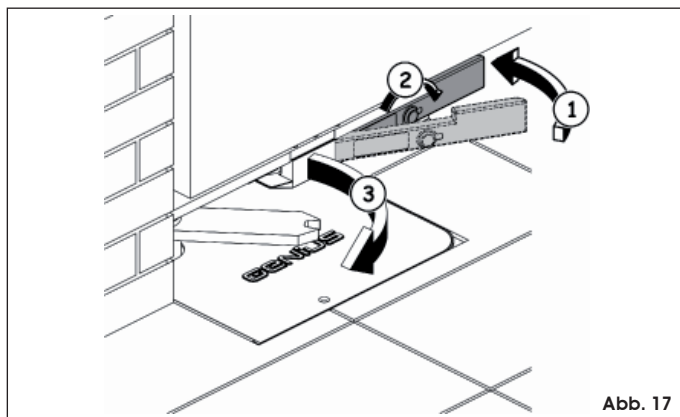

Abb. 17
- Hebel wieder eindrücken (Abb. 17 Bez. ①)
- Schlüssel in das Schloß einstecken und bis zum Anschlag gegen die Pfeilrichtung drehen (Abb. 17 Bez. ②)
- Torflügel manuell betätigen, bis das Elektroschloß in den Verriegelungsbügel einrastet (Abb. 17 Bez. ③)